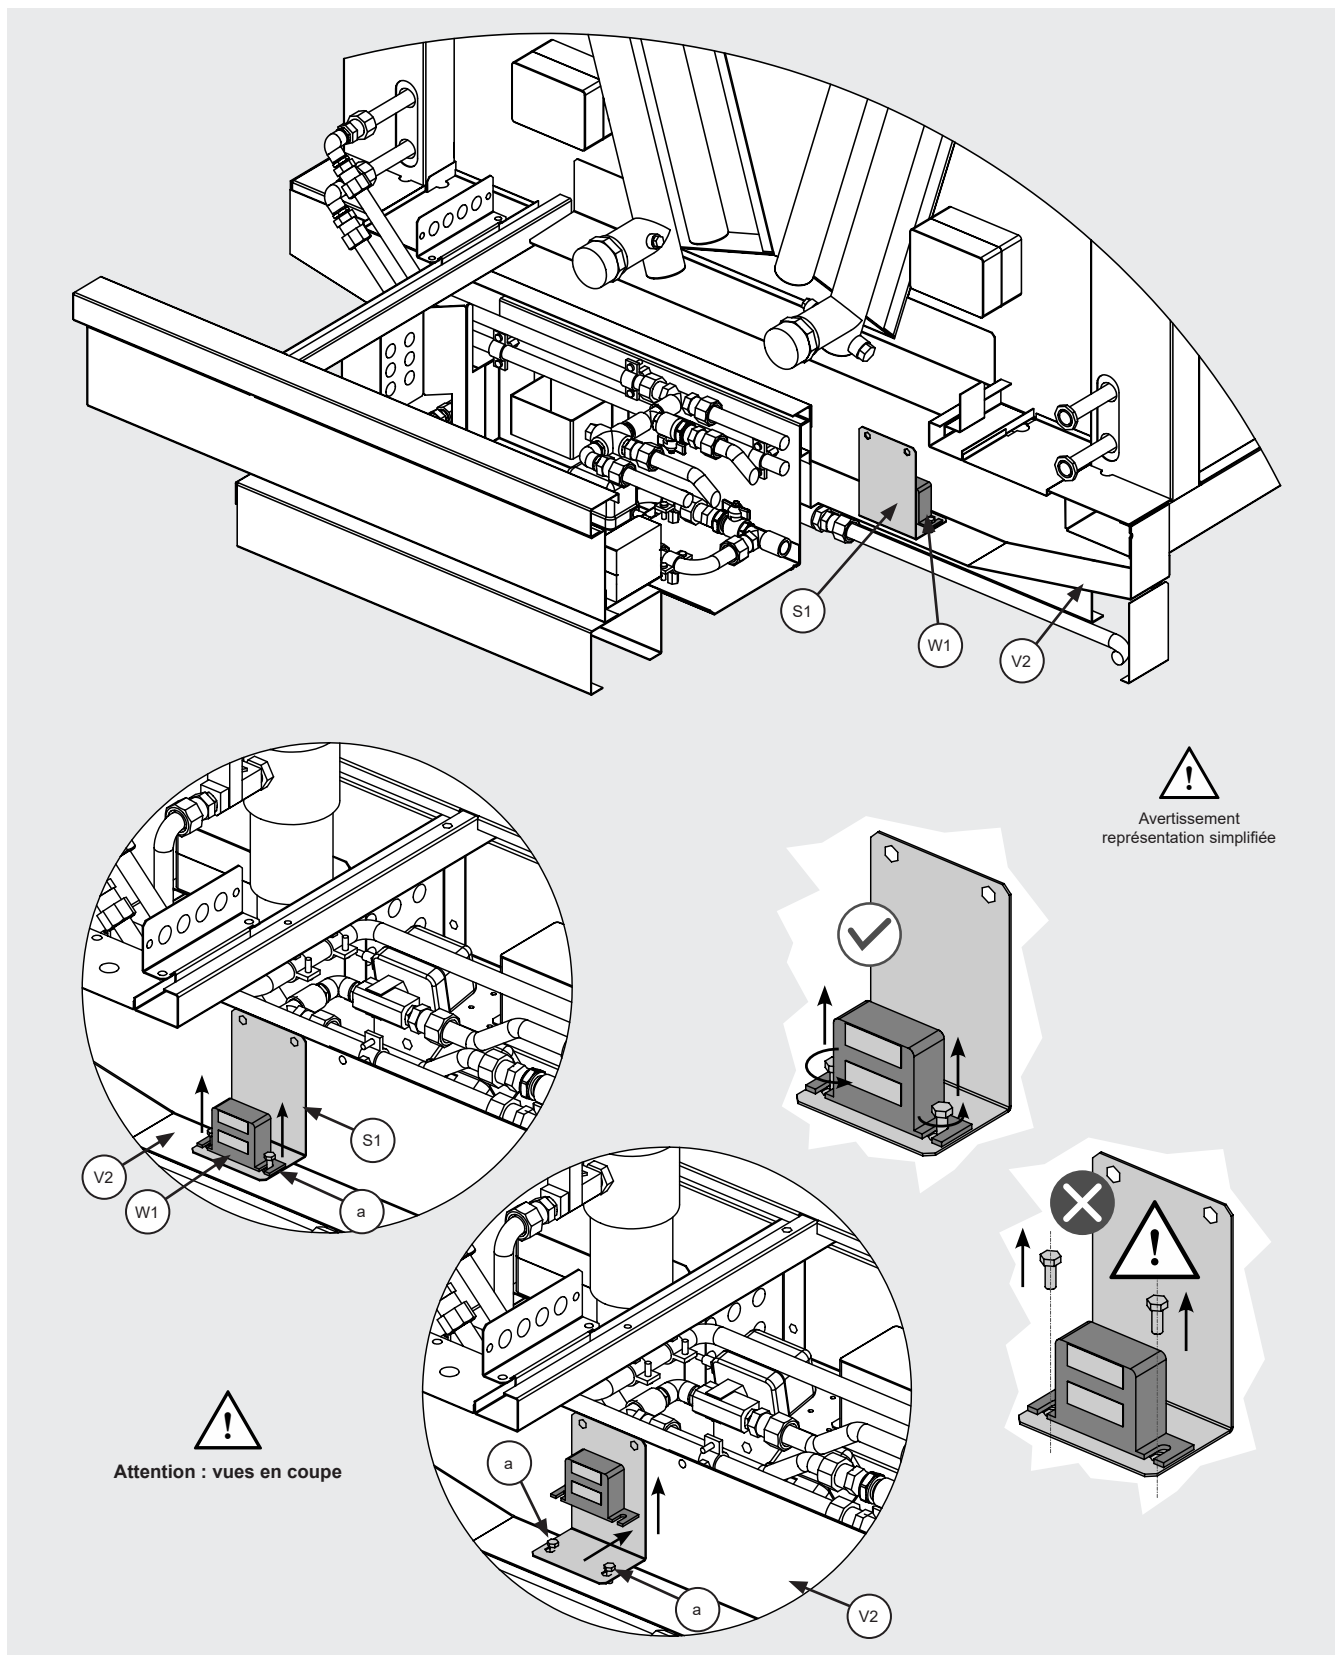

Figure 26
- 12.14.4 Pour le remplacement du détecteur de niveau (W1), voir la Figure 26. (W1) est logé sur un support (S1) qui le maintient en place.